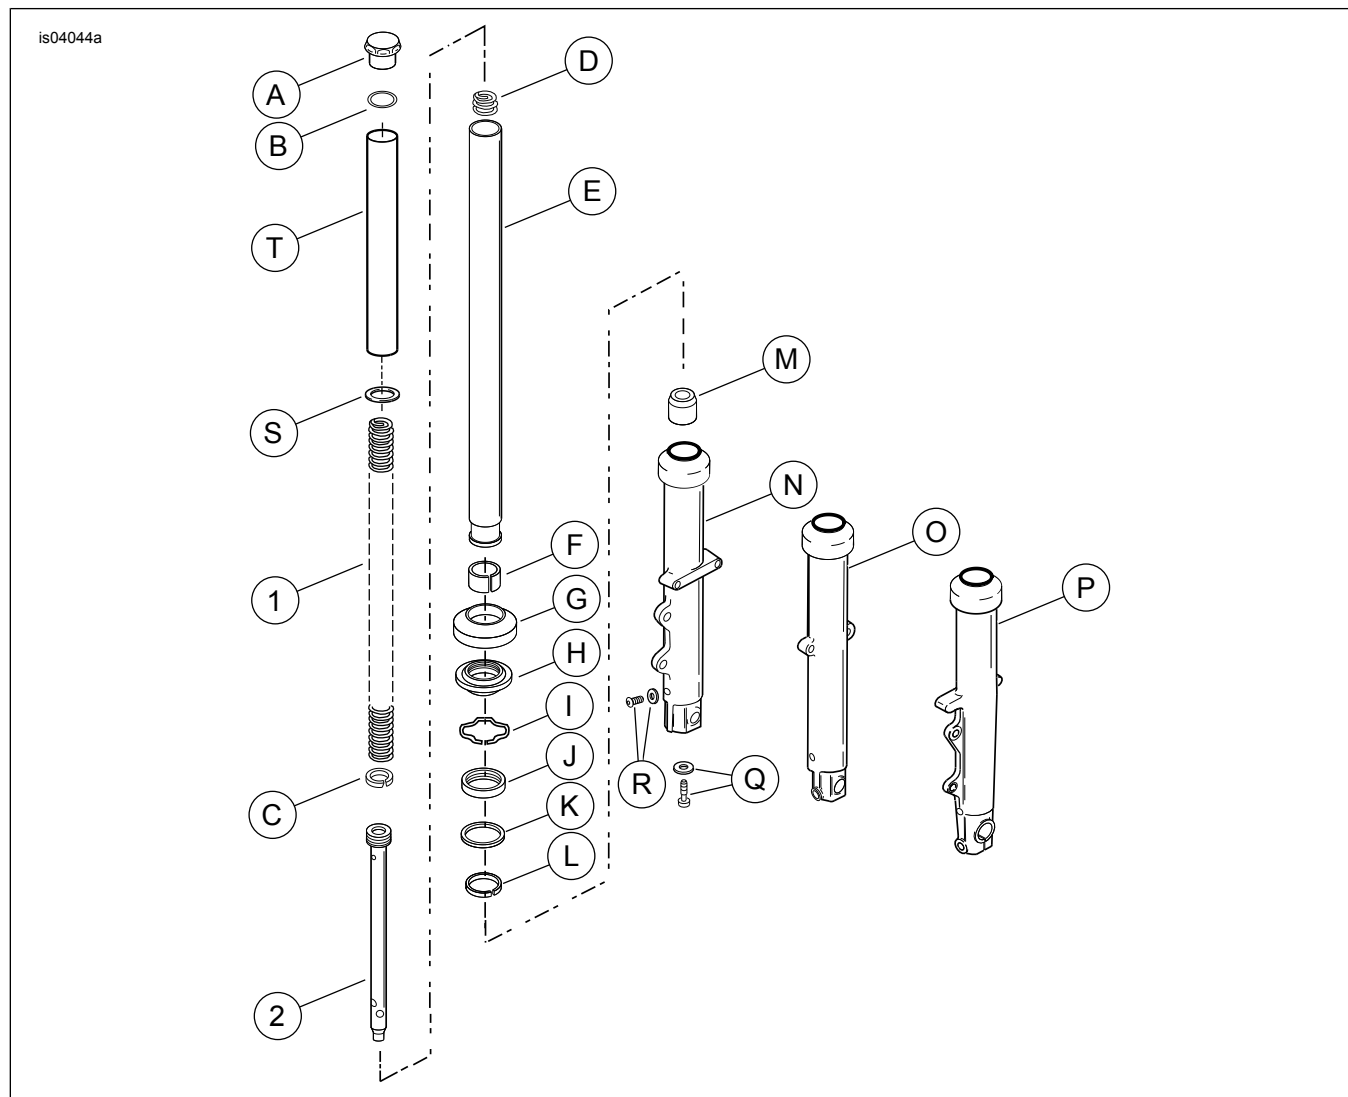

Figura 8. Piezas de servicio del kit para bajar el extremo delantero XL (45500-09)
Vea Figura 8 y Tabla 1.
2. Vea Figura 8. Coloque un colector de drenaje debajo de la horquilla y quite el tornillo de drenaje (R).
4. Vea Figura 8. Quite la arandela de presión (S) y el collarín de resorte (T) y guárdelos para volverlos a utilizar.
5. Quite el resorte de la horquilla (1) del tubo de la horquilla.
6. Quite la cubierta (G) y el sello contra el polvo (H).
7. Comprima la presilla circular interna (I). Retire la presilla de la ranura en la parte superior del diámetro interior del deslizador.
10. Coloque un trapo de taller en el suelo. Voltee el conjunto de la horquilla al revés y presione el extremo del resorte contra el trapo. Comprima el resorte y extraiga el tornillo de 6 mm y la arandela (Q) del extremo del deslizador de la horquilla (N, O o P). Para obtener mejores resultados use una llave de impacto neumática. Deseche el tornillo de 6 mm y la arandela de compresión de cobre (R).
11. Quite el resorte de la horquilla (1) y el vástago de compresión (2) del tubo de la horquilla. Deseche el resorte de la horquilla.
12. Saque el tubo deslizante (E) del deslizador (N, O o P) hasta que el buje inferior (F) en el tubo deslizante haga contacto con el buje superior (L) en el deslizador. Use el buje inferior con un movimiento de martillo deslizante para golpear con suavidad y retirar el sello de aceite, el espaciador y el buje superior del diámetro interior del deslizador.
13. Quite el tope inferior (M). El tope inferior está en el deslizador (N, O o P) o en el extremo inferior del tubo amortiguador (2).
1. Vea Figura 8. Instale el buje inferior nuevo (F) en la ranura del tubo deslizante (E). Expande el buje solamente lo necesario para que pase sobre el tubo.
2. Coloque el resorte de rebote (D) sobre el tubo amortiguador. Verifique que el anillo del tubo amortiguador (C) esté instalado en la ranura en la parte superior del tubo amortiguador nuevo (2). Inserte el tubo amortiguador dentro del tubo deslizante (E).
3. Inserte el nuevo resorte (1) en el tubo deslizante (E) con el espiral denso hacia abajo. Empuje el tubo amortiguador (2) por la abertura en la parte inferior del tubo utilizando el resorte. Coloque el tope inferior (M) sobre el extremo del tubo amortiguador.
5. Instale el tornillo y la arandela (Q) dentro de la parte inferior del deslizador (N, O o P). Mueva repetidamente el tubo deslizante en toda su trayectoria dentro del deslizador para comprobar la alineación correcta de los componentes. Después, aplique fuerza hacia abajo sobre el resorte y apriete el tornillo. Apriete el tornillo a 15–25 N·m (11–18 ft-lbs).
6. Coloque el buje superior (L), el espaciador (K) (el lado cóncavo hacia abajo), el sello de aceite (J) (el lado con letras hacia arriba) y la HERRAMIENTA PARA INSTALACIÓN DE SELLOS Y BUJES DE HORQUILLA (número de pieza HD-36583) sobre el deslizador.
8. Vea Figura 8. Instale el anillo interno de retención (I) en la ranura de la parte superior del diámetro interior del deslizador.
9. Instale el sello contra el polvo (H) y la cubierta (G) en la parte superior del deslizador.
10. Instale el tornillo de drenaje (R) dentro del extremo inferior del deslizador. Apriete el tornillo a 8–11 N·m (72–96 in-lbs).
11. Retire el resorte principal (1) del tubo deslizante (E).